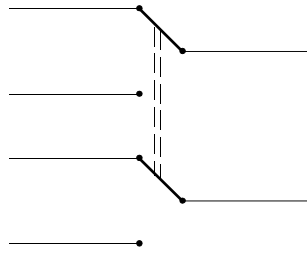

Abb. 7
11. In einer Schaltung kommt ein Schaltsymbol gemäß Abbildung 7 vor. Geben Sie eine gängige Bestellbezeichnung für diese Art von Kontaktbauelementen an.